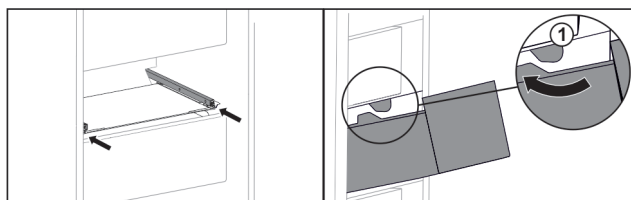

Fig. 100
- ▶ Poprowadzić szufladę wokół stoperów Fig. 100 (1).